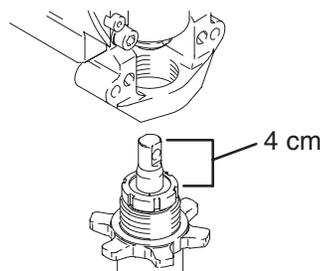

Fig. 14
1. Fig. 14. Sortir la tige de piston de 4 cm. Visser la pompe jusqu'à ce que les trous de la tige transversale et de la tige de piston soient l'un en face de l'autre.